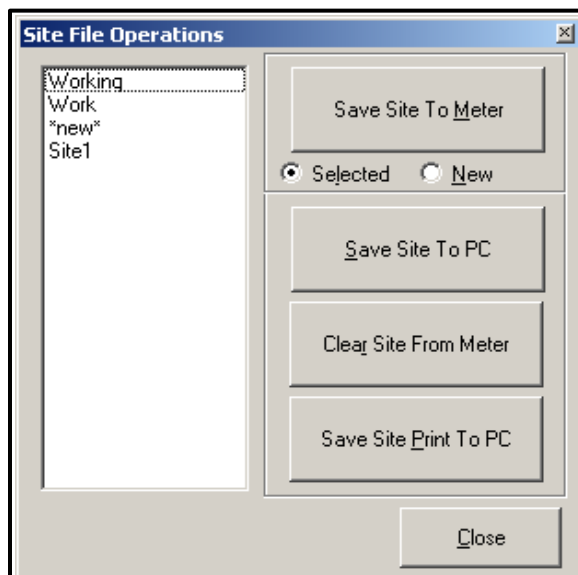

Рисунок 31: Окно *Site File Operations* (Операции с файлами объекта)
Для доступа к файлам объекта щелкните *Site Files* (Файлы объекта) в окне *Properties* (Свойства). Откроется окно *Site File Operations* (Операции с файлами объекта) (см. рис. 31).
1. Выделите нужный файл в левой области. (См. рис. 31 на стр. 91).
1. Выделите объект в левой области. (См. рис. 31 на стр. 91).